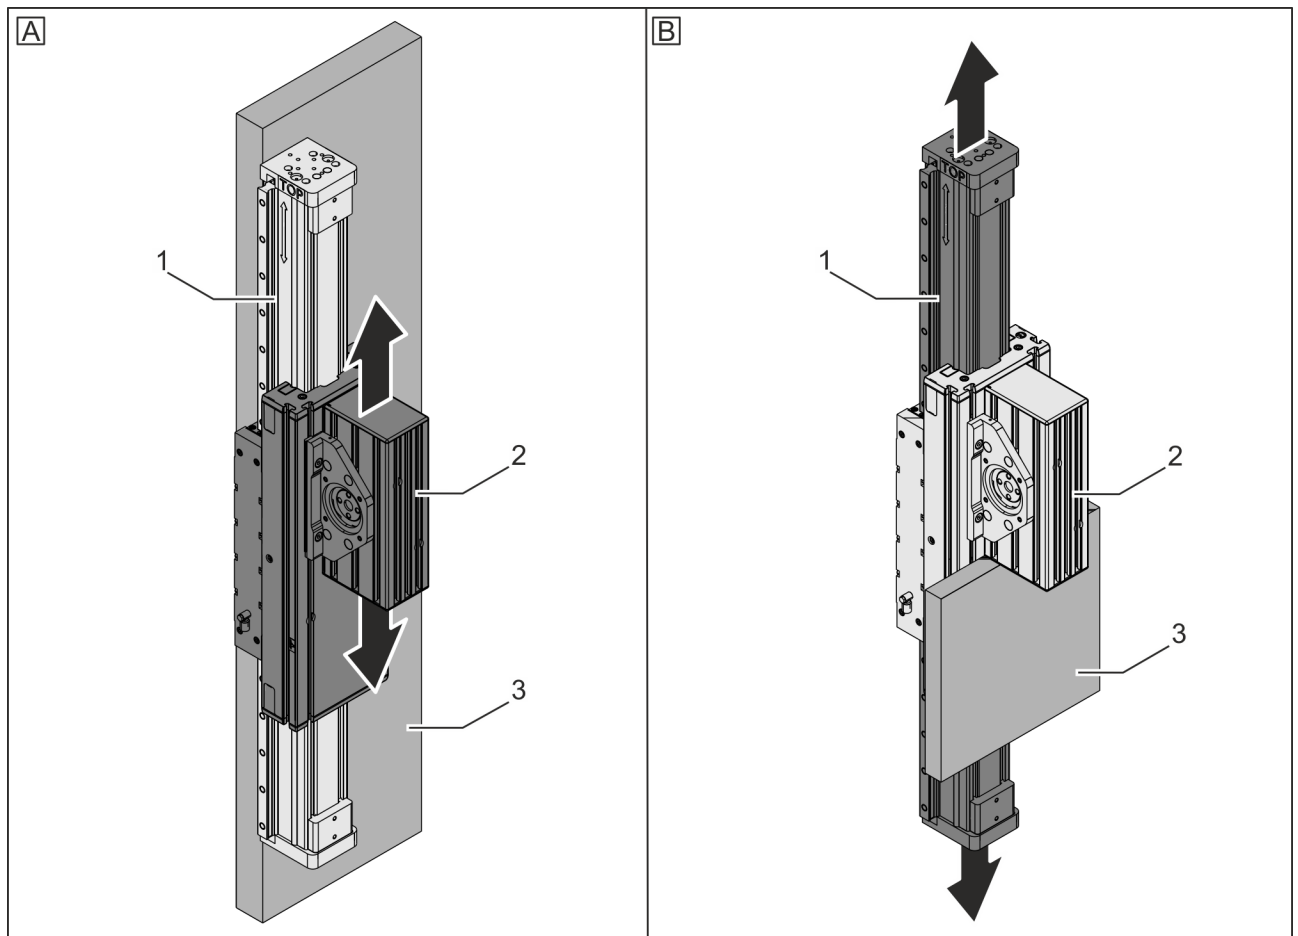

Abb. 6: Verfahrbewegung Lineareinheit
Je nachdem, wie die Lineareinheit mit dem Untergrund (Abb. 6/3) befestigt ist, verfährt entweder der Führungsschlitten (Abb. 6/A) oder das Führungsprofil (Abb. 6/B):
- Führungsprofil (Abb. 6/A1) am Untergrund (Abb. 6/A3) befestigt:
→ Führungsschlitten (Abb. 6/A2) verfährt entlang des Führungsprofils
- Führungsschlitten (Abb. 6/B2) am Untergrund (Abb. 6/B3) befestigt:
→ Führungsprofil (Abb. 6/B1) verfährt innerhalb des Führungsschlittens